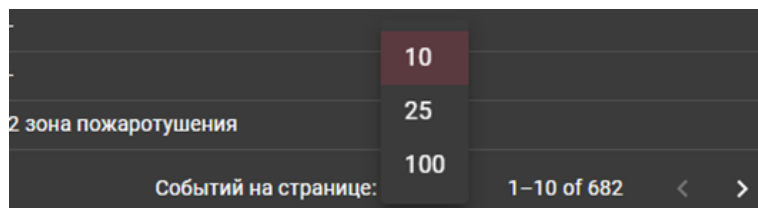

Рисунок 24
2. Выбрать нужное количество записей (10, 25 или 100) (Рис. 24).